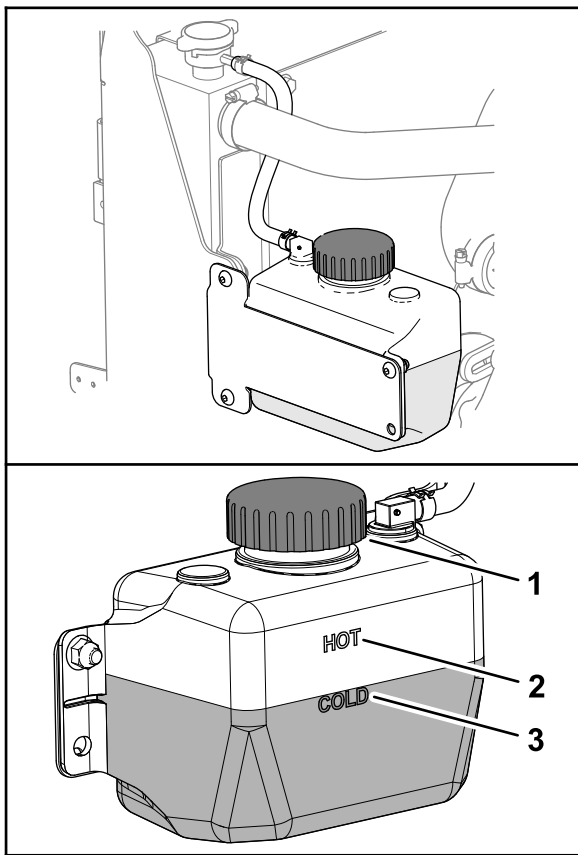

Figura 135
3. Verificați nivelul lichidului de răcire din rezervor (Figura 135).